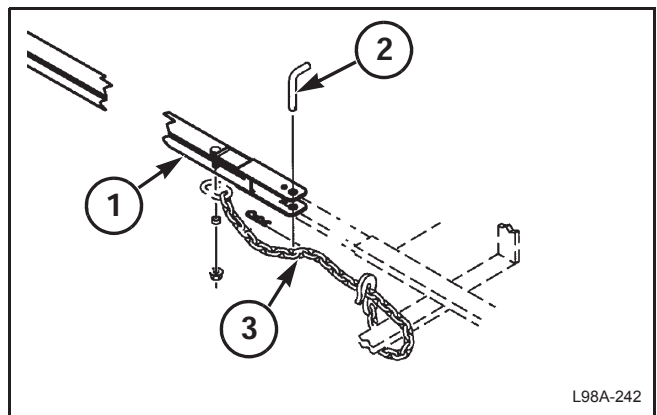

FIG. 69
FIG. 69: Instale la lengüeta (1) del kit de transporte de la plataforma en el acople de la cosechadora o del tractor. Fije la lengüeta utilizando el perno (2) y la clavija.